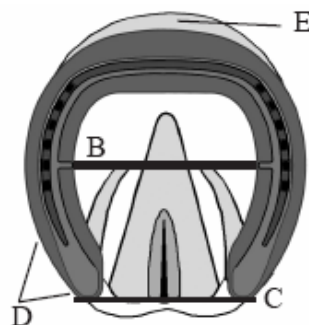

Fig. 5 Sabot déformé
13. Au moment du modelage, l'ajustage et le clouage du fer Centre Fit, les conditions suivantes doivent se donner. (Figure 5 [Sabot déformé] et Figure 6 [Sabot non déformé])
14. Comme la paroi se redresse avant d'appliquer les fers, il faut très peu de râpage de la paroi dorsale, à part de la finition des rivets. Cependant, si une partie de la paroi dépasse le fer, il suffit d'incliner la râpe jusqu'à un angle de 15° à 25° (semblant à celui du relevé de la pince du fer) et de limer légèrement l'excédant. (Figure 5-F) N'ESSAYEZ PAS de reculer la paroi dorsale jusqu'au périmètre du fer avec des mouvements verticaux, puisqu'elle s'affaiblirait et pourrait produire une instabilité à l'intérieur de la boîte cornée. Brevet en cours